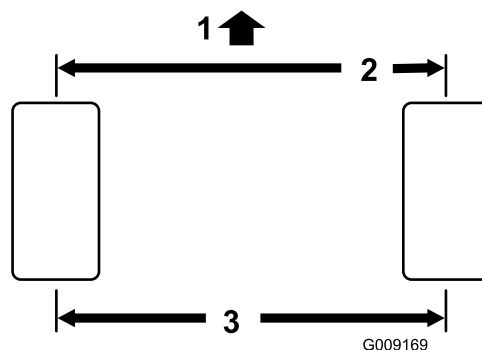

Figura 114
2. Mida la distancia entre centros (a la altura del eje) en la parte delantera y trasera de los neumáticos de dirección (Figura 114).